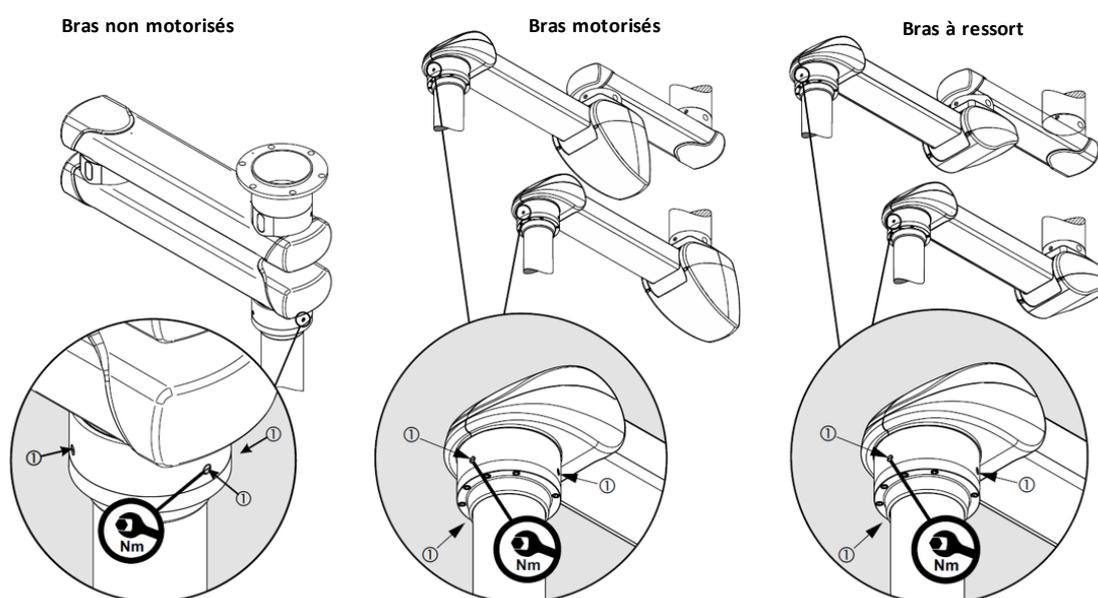

Fig.40 Réglage du frein à friction sur un tube de descente avec palier
Lorsque vous réglez la butée comme illustré à la figure 40, la zone de point mort est de 45°. Cela signifie que le bras compensé (3) a une amplitude de mouvement maximale d'environ 315°. Si le réglage minimum de la butée n'est pas défini lors du réglage des freins sur le palier intermédiaire (11) et le palier de plafond (10), il est très difficile de plier le système de suspension à partir de la position tendue (12) et de le tourner sur le palier intermédiaire (11) du bras compensé (3).